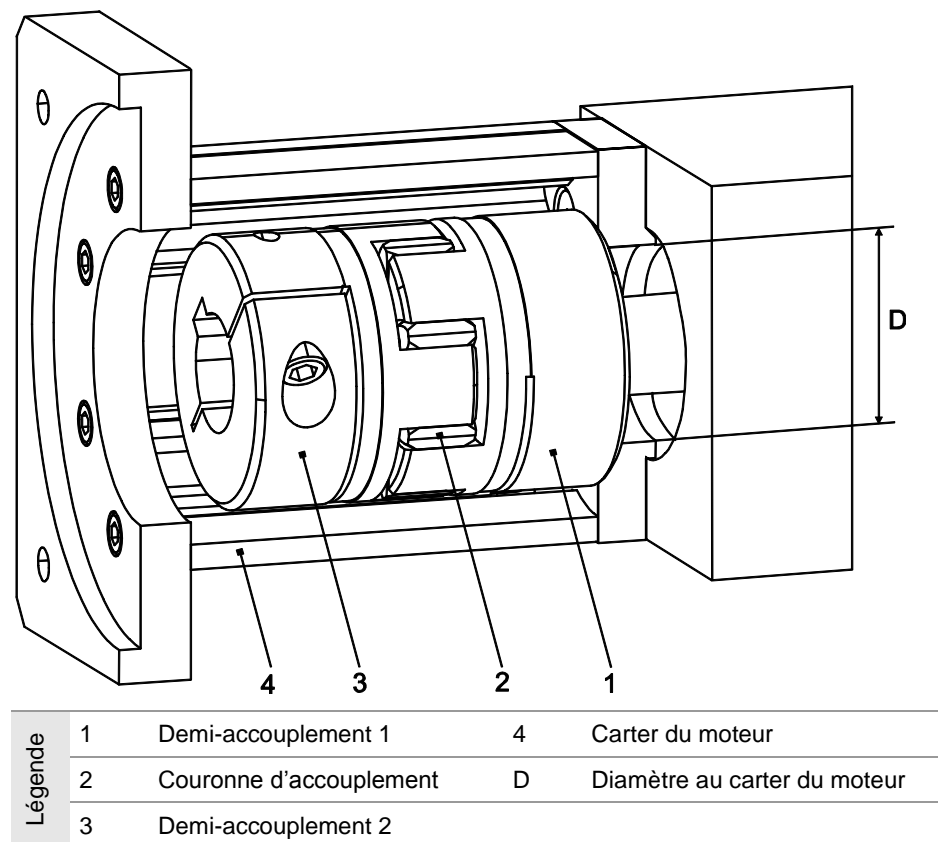

Figure 7 Carter du moteur avec accouplement au tenon d'entraînement
3. Si le diamètre de l'accouplement est inférieur à la cote D au carter du moteur (4), monter d'abord le demi-accouplement 1 (1) (alésage en coïncidence avec l'arbre d'entraînement) puis le carter du moteur (4) (figure 7).